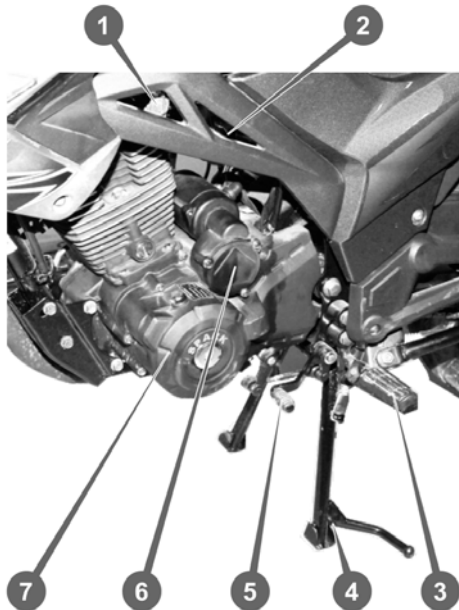

Рисунок 3.4. Силовий агрегат, вид зліва
1. Натиснути важіль зчеплення на кермі (див. рис. 3.4.) і утримувати його в цьому стані.